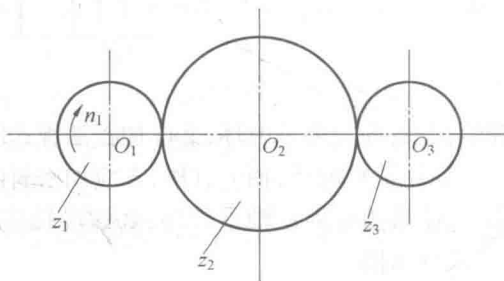

图 1
10. 一齿轮传动装置如图 1 所示,轮 2 主动,轮 1 与轮 3 从动,则轮 2 的齿面接触应力按_____而变化,齿根弯曲应力按_____而变化。